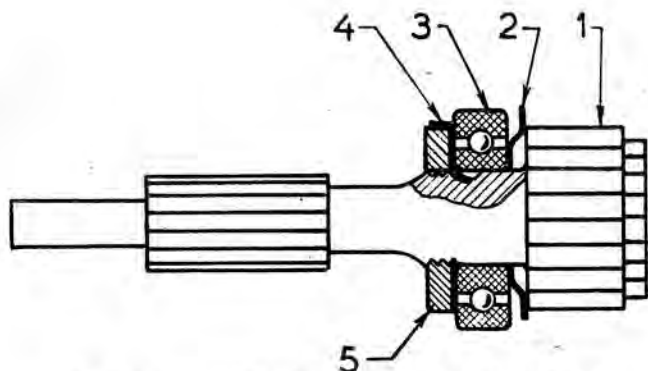

FIG. 3. — MONTAGE DE L'ARBRE PRIMAIRE
9. Sur l'arbre primaire, monter dans l'ordre, en partant du pignon : la rondelle à orienter comme le montre la figure 3, le roulement, la rondelle d'arrêt d'écrou, dont la languette intérieure sera rabattue dans le fraisage prévu dans l'arbre. Visser l'écrou et rabattre la languette extérieure sur le pan correspondant.